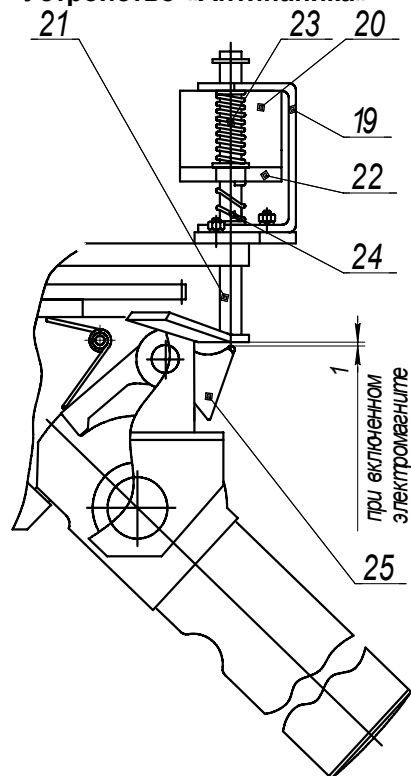

Рис.3
Устройство «Антипаника» (см. рис. 3) состоит из каркаса (19) с закрепленным на нем электромагнитом (20), толкателя (21), якоря (22) и пружин (23 и 24). Толкатель представляет собой П-образную рамку, состоящую из двух направляющих и упора. Направляющие толкателя проходят через отверстия каркаса и якоря, обеспечивая тем самым возможность поступательного перемещения толкателя и якоря относительно электромагнита и друг относительно друга. Необходимые динамические характеристики относительного движения обеспечиваются возвратными и компенсирующими пружинами. Диапазоны перемещений толкателя относительно каркаса и якоря относительно толкателя ограничиваются упорными шайбами.